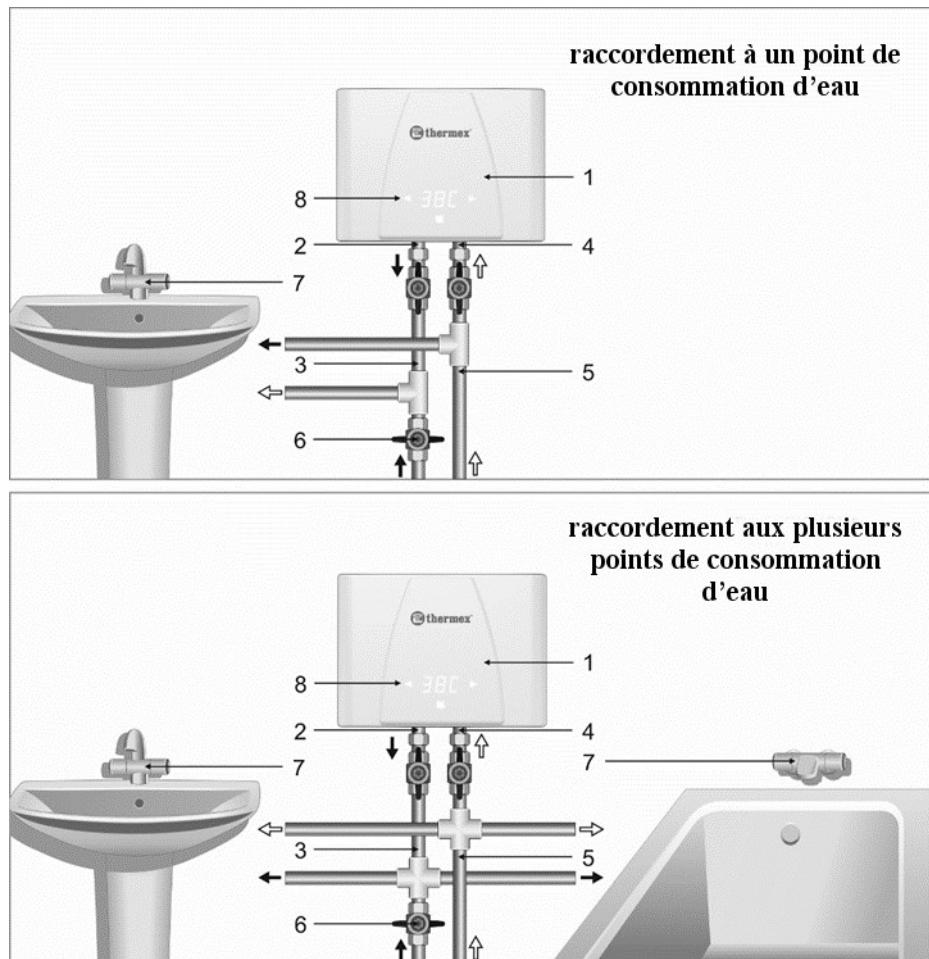

**Figure 3. Installation au-dessus de l'évier**
**Installation des modèles THERMEX Trend 4500 et Trend 6000 – au-dessus de l'évier s'effectue conformément à la Fig. 3:**